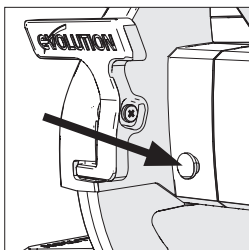
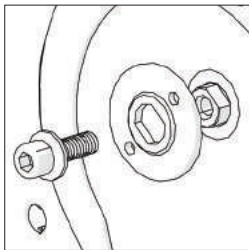

Fig. 26
Fig. 27
**Figure. 26 Attention:** Utilisez uniquement des lames Evolution authentiques ou ces lames spécifiquement recommandées par Evolution Power Tools et qui sont conçues pour cette machine. Faites en sorte que la vitesse maximale de la lame soit supérieure à la vitesse du moteur de la machine.
**Attention:** Le mandrin a un filetage main gauche. Tournez dans le sens des aiguilles d'une montre pour desserrer. Tournez dans le sens contraire des aiguilles d'une montre pour serrer. Pressez et continuez à appuyer sur le bouton de verrouillage du mandrin sur le caisson du moteur tout en tournant le mandrin à l'aide de la clé hexagonale fournie jusqu'à ce que le bouton se situe complètement dans le mandrin et verrouille le mandrin. **(Fig. 26)** Continuez à retirer le mandrin, la rondelle et la bride extérieure de la lame. **(Fig. 27)**
Appuyez et maintenez enfoncé le bouton de verrouillage du mandrin sur le caisson du moteur tout en serrant le mandrin à l'aide de la clé hexagonale fournie jusqu'à ce que le bouton se situe complètement dans le mandrin et verrouille le mandrin. (Fig. 26) Serrez le mandrin en utilisant une force modérée, mais pas trop. Assurez-vous que la clé hexagonale soit retirée et le bouton de verrouillage du mandrin relâché avant l'utilisation. Vérifiez que le protège-lame est entièrement fonctionnel avant d'utiliser la machine.